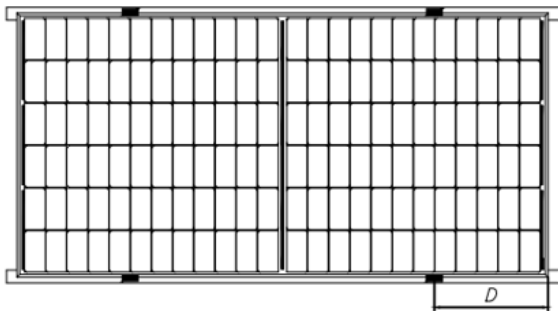

Abb. 3 Schienen, die die lange Rahmenseite überlappen
- ⑧ Für die in Abbildung 3 gezeigte Befestigung muss die Überlappung zwischen der C-Fläche der Anordnung und der Schiene  $\geq 25$  mm sein. Die eingeschränkte Garantie von Astronergy geht verloren, wenn nicht geeignete Klemmen eingesetzt werden oder eine unsachgemäße Installation ausgeführt wird.
- ⑦ Um zu verhindern, dass sich die Module nach der Installation von der Befestigungsvorrichtung lösen können, sollten Sie Rand- und Mittelklemmen wählen und Kontakt zur A-Seite des Rahmens mit Nutenmustern herstellen. Es wird vorgeschlagen 9